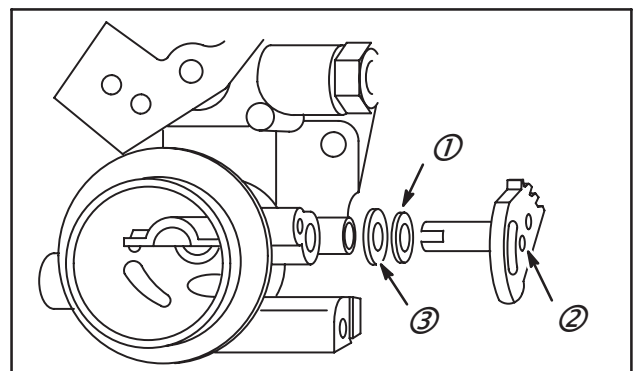

Fig. 74
1. Extraire sur le côté l'axe en nylon (2), afin de séparer l'axe du volet.
2. Déposer le ressort (Choke-A-Matic® seulement), la rondelle feutre (3) et la rondelle en métal (1) de l'axe de starter, Fig. 74.